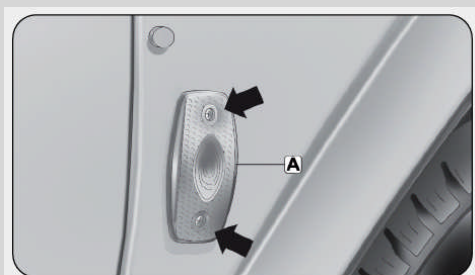

fig. 4
- ❑ Skruva loss de två fästskruvarna till det genomskinliga lamphöljet **A** och tag bort det **Fig. 4**.